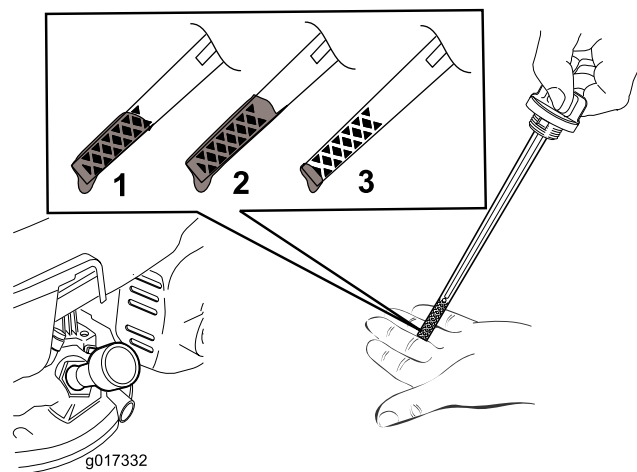

Figura 38
3. Compruebe el nivel de aceite en la varilla (Figura 38)